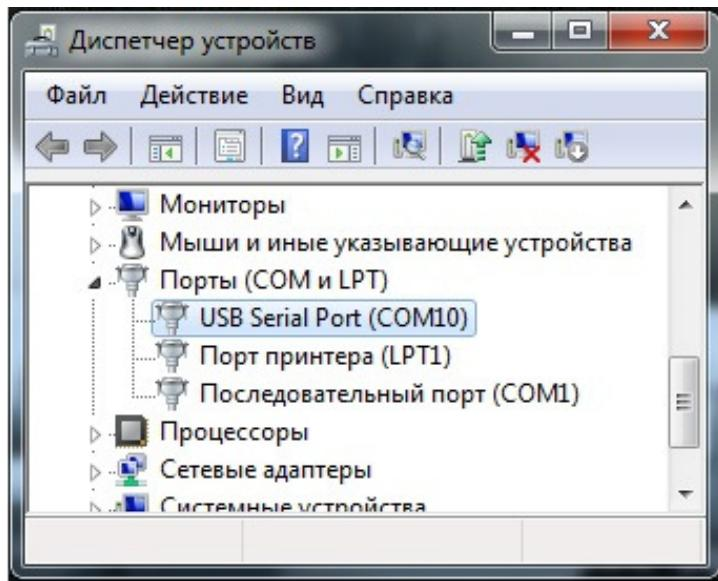

Рисунок 4 — ПИ-М-2 подключен к COM10
8.1.6 Посмотрите номер СОМ-порта к которому подключен адаптер в «Диспетчере устройств» (см. рисунок 4).